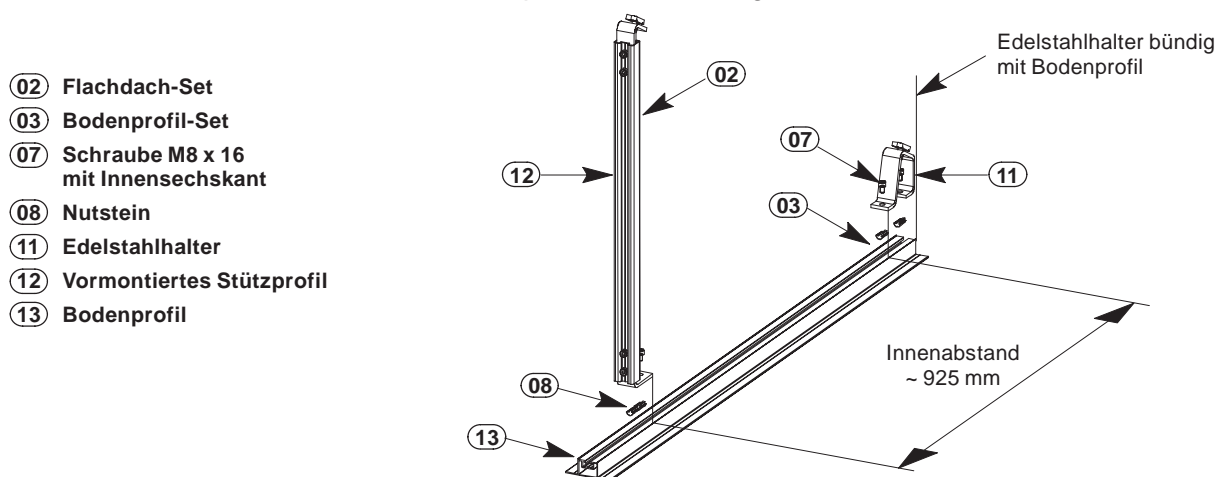

Abbildung 4: Befestigung des Flachdach-Sets
1.) Nutsteine (08) - gemäß Abbildung 4 - in das Bodenprofil einbringen.